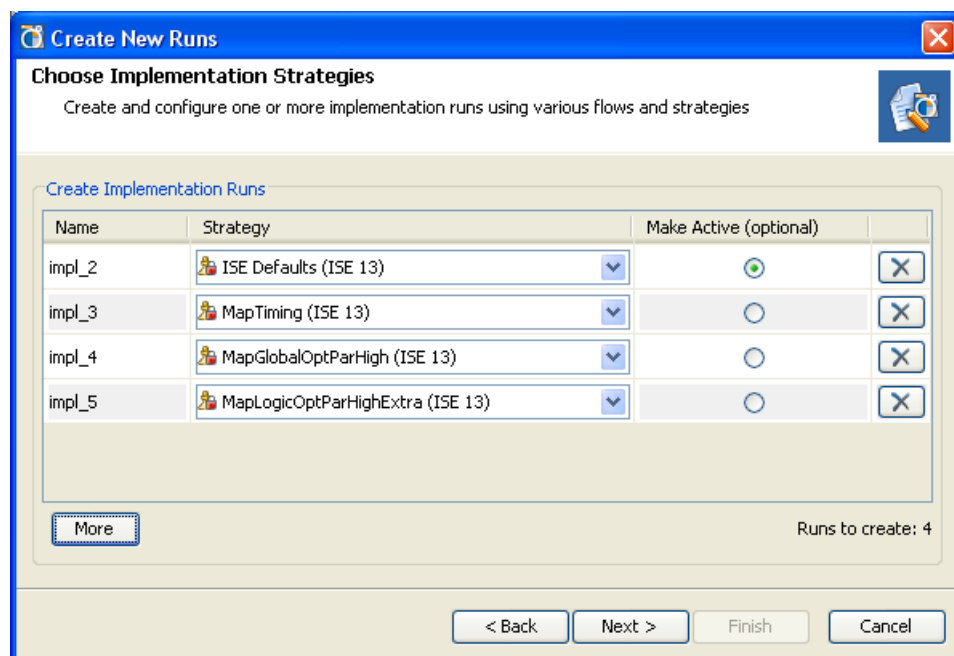

図 9-18： [Choose Synthesis Strategies] ページ
3. [Next] をクリックし、[Choose Synthesis Strategies] または [Choose Implementation Strategies] ページ (図 9-18) を表示します。